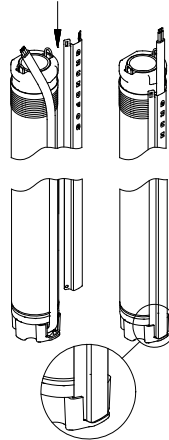

Рис. 9
2. Встановити манжету кабелю в жолобок штекера. Дві лапки захисної планки кабелю повинні ввійти у зчеплення з верхньою кромкою гільзи насоса, див. рис. 9.